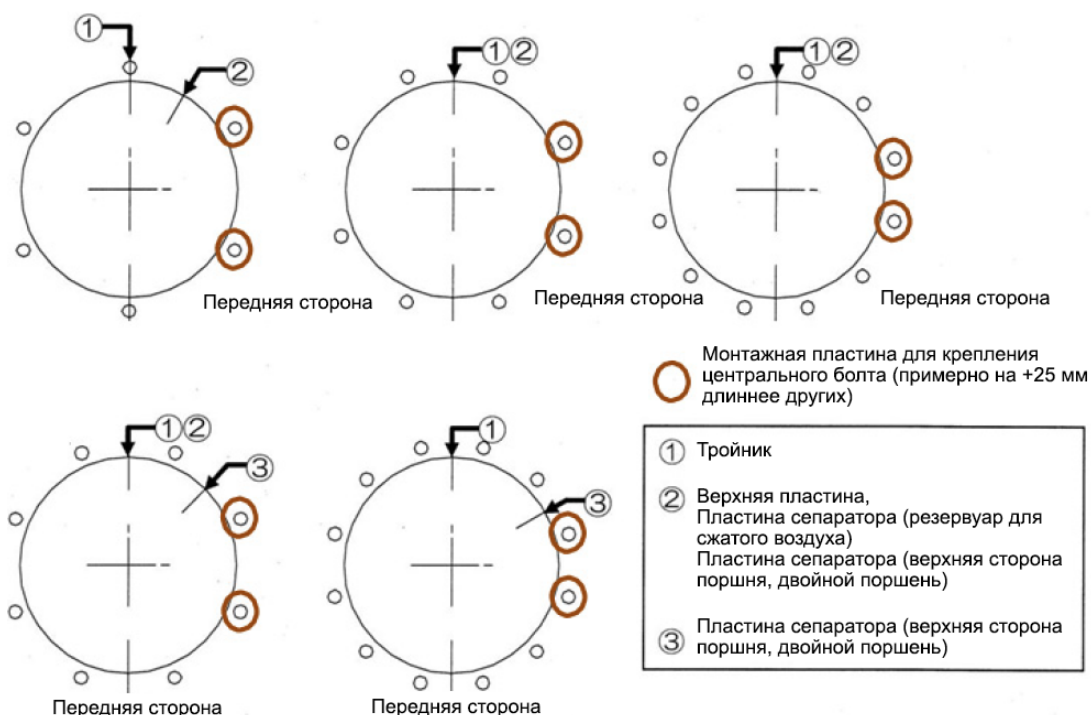

Рисунок 19 – Позиционирование центральных болтов
12. Проверьте правильность подключения линий подачи сжатого воздуха. Вставьте центральные болты в отверстия верхней площадки и тройника. Установите пружинные шайбы, наживите гайки и без усилий затяните их рукой. Установите пружинные шайбы снизу тройника и затяните гайки рукой. Убедитесь, что положение центральных болтов (примерно на 25 мм длиннее остальных) для пластины крепления принадлежностей, если есть, соответствует Рисунок 19.